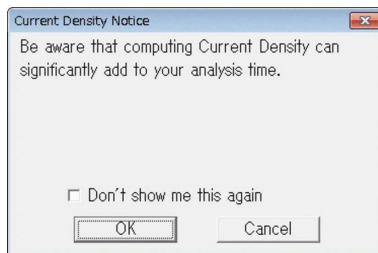

図 2.8 Current Density についての注意
- 図 2.8 の“Current Density Notice ”が開くかもしれません。“☒ Compute Currents”にチェックを入れると解析時間がかかるかもしれない”という注意です。\*15 “☒ Don't show me this again”にチェックを入れて ☒ OK で閉じれば現れなくなります。